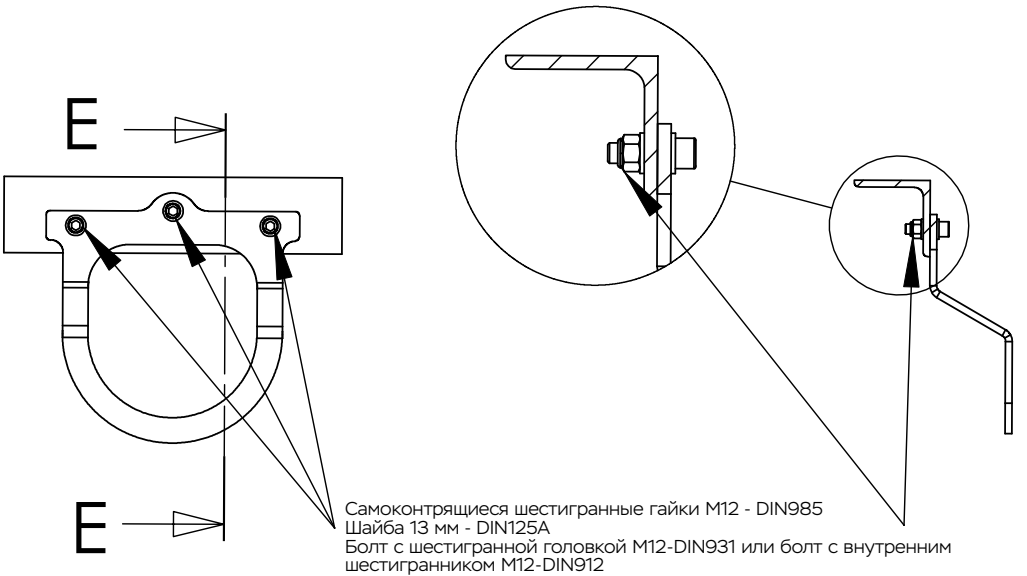

Рис. 3
2. Установка анкерной точки должна проводиться в соответствии с правилами выполнения механических и строительных соединений. Для соединения следует использовать болтовые элементы М12, изготовленные из нержавеющей стали класса не меньше А2/70. Длину болтов следует подбирать в соответствии с толщиной соединяемых элементов (примеры монтажа - Рис. 3).